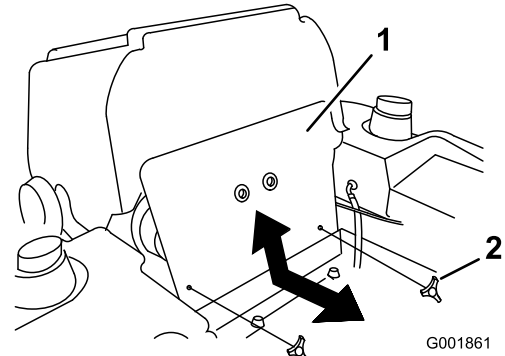

Figura 46
1. Incline el asiento hacia adelante y retire el panel delantero del motor (Figura 46).